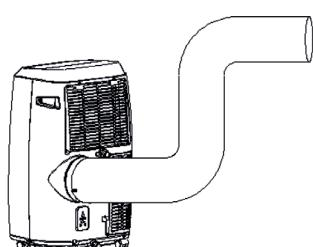

Fig. 6
- 3) Som visas i bild 6, ska avloppsslangens anslutas ordentligt (endast för användning av uppvärmningsmodell).